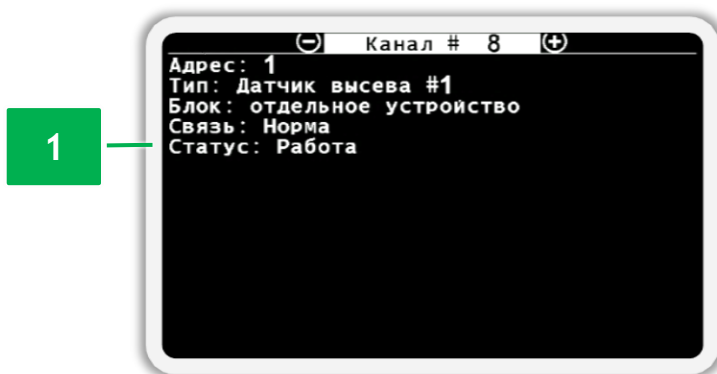

Рисунок 49 Экран просмотра состояния датчика контроля высева
- **Информация** - при выборе этого пункта меню происходит переход в экран просмотра состояния выбранного датчика (см. пункт 7.3.2). Датчики контроля высева имеют дополнительный статус (см. Рисунок 49 п.1), возможные состояния которого следующие: